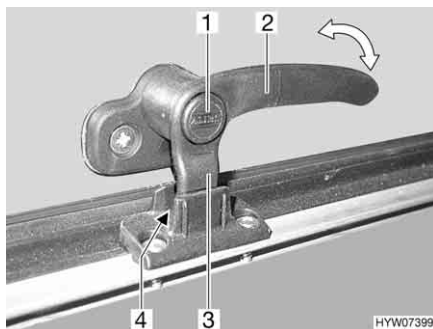

Fig. 24 Leva di serraggio in posizione "Aerazione continua"
- In posizione di "Aerazione continua" (Fig. 24)
- Premere il bottone di sicurezza (Fig. 24,1) e mantenerlo premuto.
- Ruotare la leva di serraggio (Fig. 24,3) di un quarto di giro verso il centro della finestra.
- Girare nuovamente all'indietro la leva di serraggio. Riportare contemporaneamente il nasello di chiusura (Fig. 24,3) della leva di serraggio nella rientranza della chiusura della finestra (Fig. 24,4).
- Rilasciare il bottone di sicurezza (Fig. 24,1).